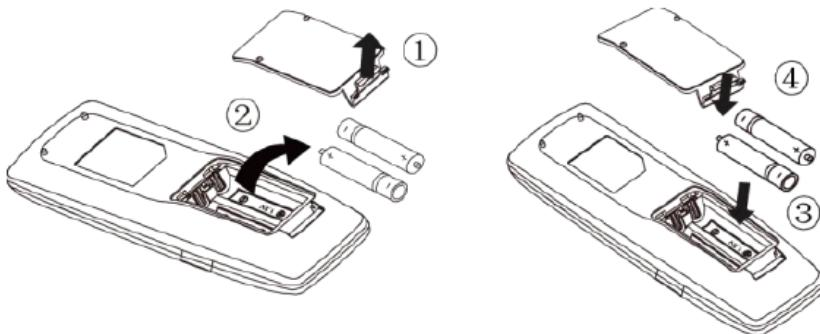

Рис. 5.2.
- Для извлечения батареек при замене сдвиньте крышку пульта управления в направлении стрелки (см. рис. 5.2), извлеките отработавшие батареики и установите новые. Установите крышку пульта на место.